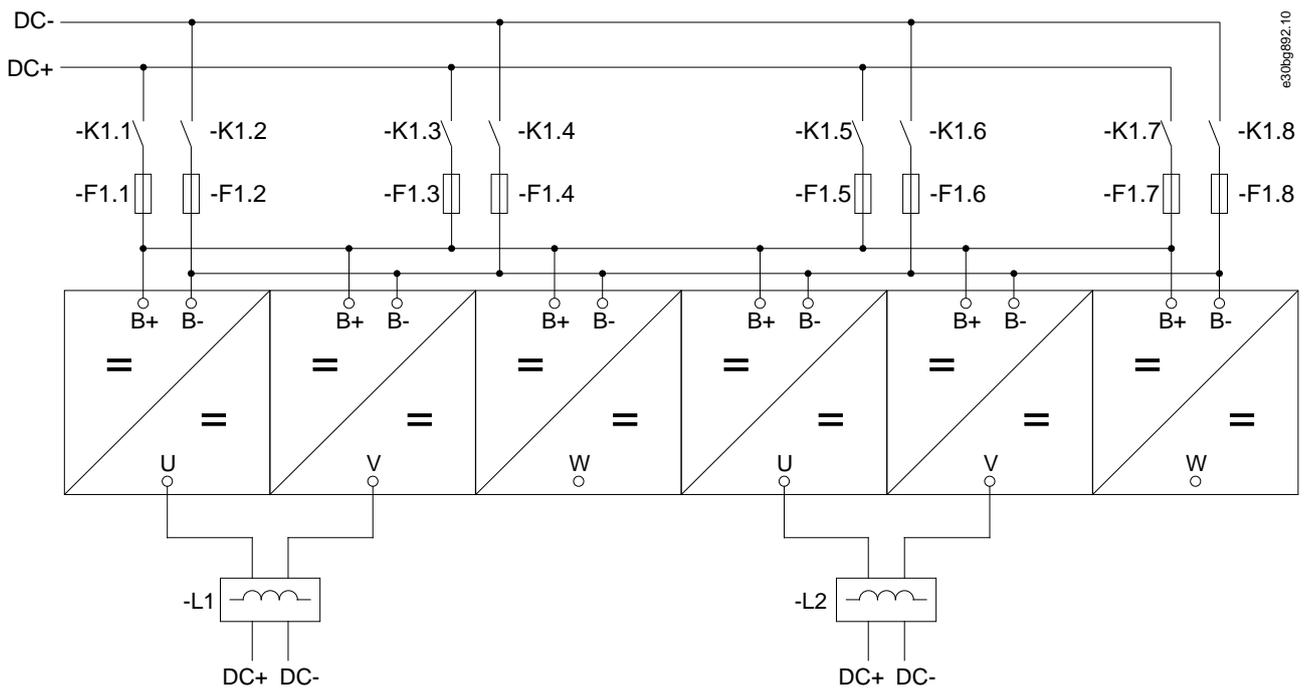

図 30: 筐体サイズ 2xCH64 の基本配線図
- NXP2470～NXP4140、筐体サイズ 2xCH64、図 30 をご参照ください。
- NXP1850～NXP3100、筐体サイズ 2 x CH64、図 30 をご参照ください。